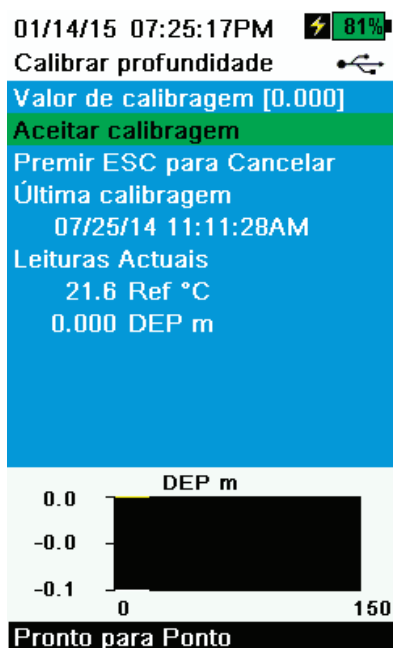

Figura 53 Calibrar Profundidade
3. Observe a estabilidade das leituras de medição actuais (a linha branca do gráfico não apresenta alterações significativas durante 40 segundos) e seleccione **Aceitar Calibração** (Figura 53). "Calibração concluída!" aparece na área de mensagens.